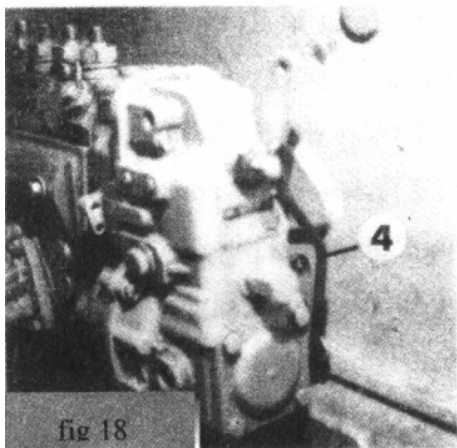

fig 18
- (5) Вращать коленчатый вал по часовой и против часовой стрелки для измерения положения поршня в верхней мертвой точке и установить стрелку прибора с круговой шкалой на 0.
- (6) Вращать коленчатый вал в направлении противоположном его рабочему ходу и дать клапану опуститься не более чем на 15 мм.
- (7) Установить рукоятку управления в среднее положение (см. Рис. 18).